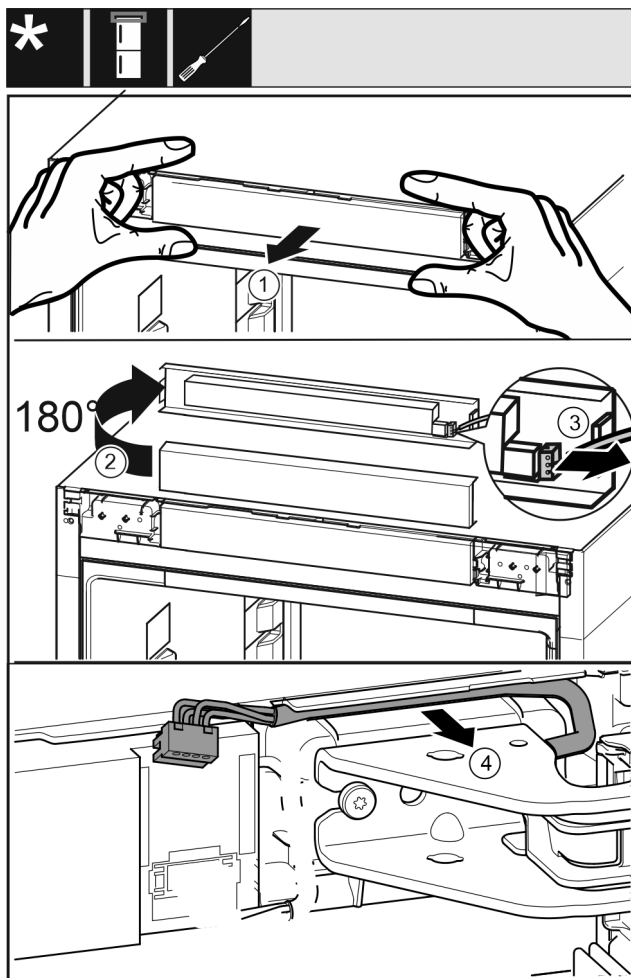

Fig. 19
- ▶ Осторожно снимите фальшпанель Fig. 19 (1) движением вперед.
- ▶ Поверните фальшпанель Fig. 19 (2) вверх на 180°.
- ▶ Прижмите защелку Fig. 19 (3) назад и осторожно извлеките штекер.
- ▶ Осторожно высвободите кабель Fig. 19 (4) над опорным кронштейном из направляющей.